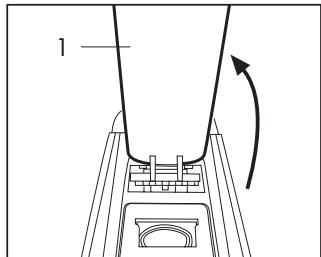
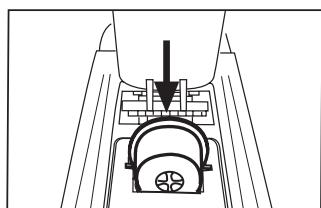

Fig. 8
Fig. 9
- Sollevare indietro lentamente (fino all'arresto) la leva di comando (1) (**Fig. 8**) e inserire una capsula nell'apposito spazio (**Fig. 9**)